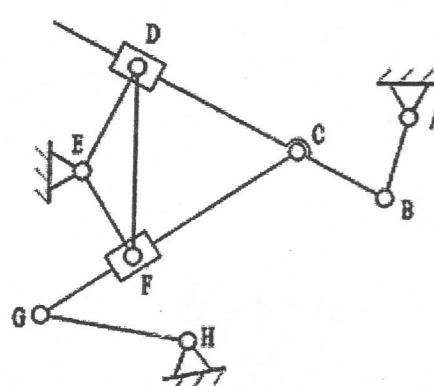

图 2.1
- 1、计算如图 2.1 所示机构的自由度, 指明哪里存在虚约束、局部自由度或复合铰链? G 点相对于 C 点的运动轨迹为什么?